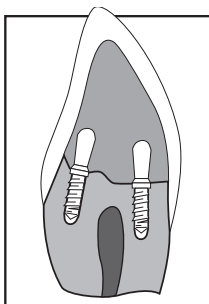

Figure 8
10. Mit beliebigem Restaurationsmaterial die Indikation fertigstellen (**Abb. 8**).